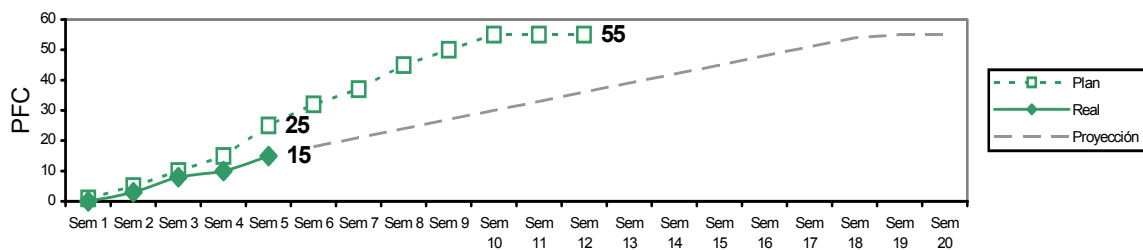

Figura 3-Indicador de Funcionalidad Completa con proyección
- Productividad:** se obtiene dividiendo los PFC reales sobre la unidad de tiempo. En la figura anterior, la productividad es 3 PFC x Sem (15 PFC reales / 5 semanas reales). Esto nos permitiría hacer la siguiente extrapolación lineal: necesitaré 13,33 semanas para obtener los 40 PFC restantes (40/3). Puede servir para predecir el futuro (figura 3).